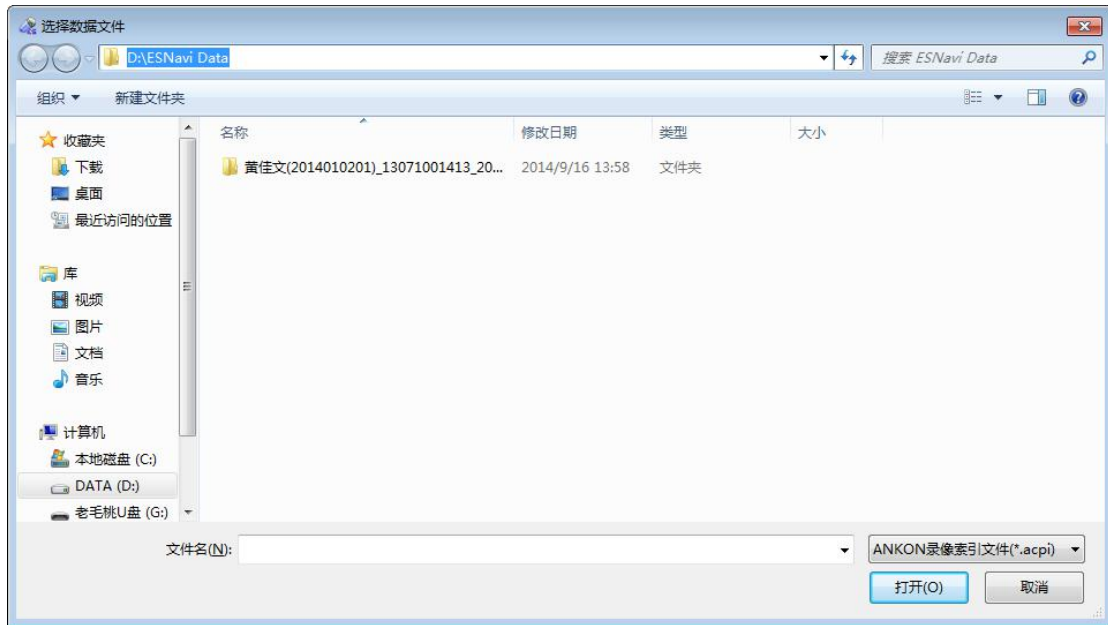

图 4-52 选择数据文件界面
- 进入图 4-12 图片浏览界面，点击**文件→打开录像**，进入图 4-52 选择检查者数据文件界面。默认显示的路径为数据导出路径。